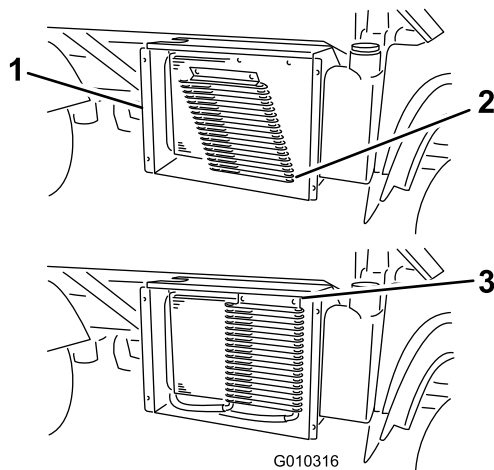

図 54
6. ラッチを外し、オイルクーラを装備している場合にはそれを倒してラジエターから遠ざける 図 54。